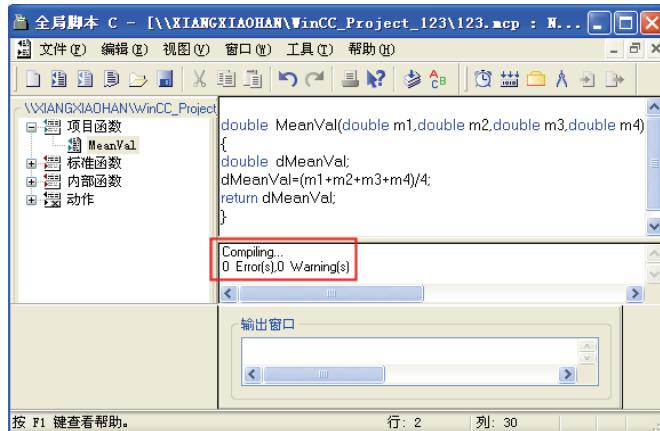

图 9-11 编译结束
5) 编译函数。单击工具栏中的“编译”按钮 $\text{F10}$ ，即可编译函数，编译完成后，编辑器窗口下方显示有几个错误和几个警告（本例显示 0 个错误，0 个警告），如图 9-11 所示。